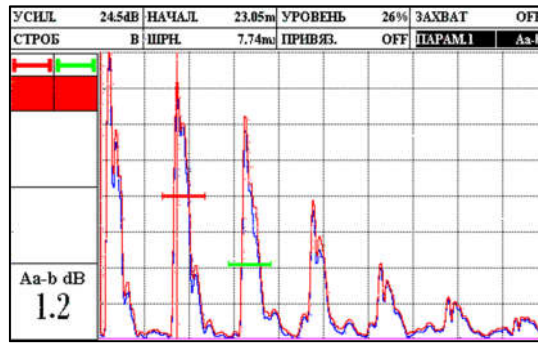

Рисунок 2.37 – Наведение строба В на второй отраженный сигнал
9. Навести строб В на второй отраженный сигнал (рис. 2.37), а также в группе настроек «ЗОНЫ» - «ПАРАМ. 1» включить отображение значения разницы амплитуд сигналов в зоне А и В – Aa-b.